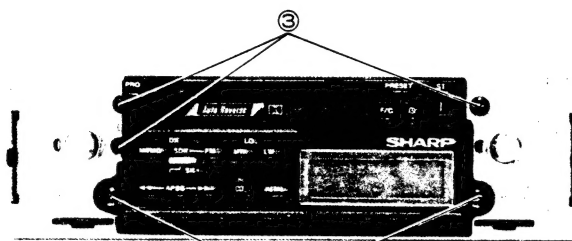

Figure 5-2
- (2) Remove the two screws from the nose piece, then take it out. (See figure 5-2).
- (3) Remove the three screws from the mechanism chassis. (See figure 5-2).
- (2) Die beiden Schrauben des Vorderstückes entfernen, wonach es abgenommen werden kann. (Siehe Abbildung 5-2).
- (3) Die drei Schrauben des Mechanismuschassis entfernen. (Siehe Abbildung 5-2).
- (2) Déposer les deux vis de la pièce d'extrémité et la déposer. (Voir la Fig. 5-2).
- (3) Déposer les trois vis du châssis du mécanisme. (Voir la Fig. 5-2).